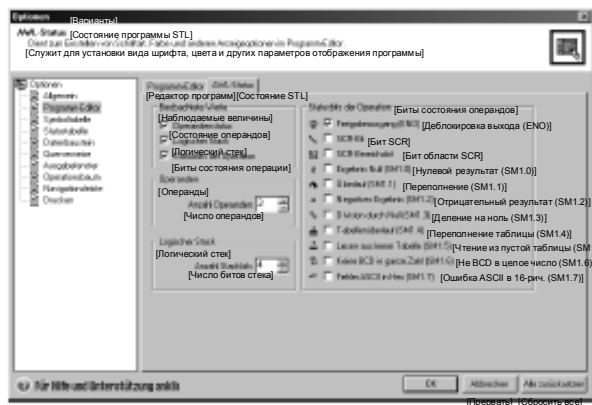

Рис. 8-3. Возможности отображения состояния STL
STEP 7-Micro/WIN позволяет отображать состояние ряда параметров для команд STL. Выберите команду меню **Tools > Options [Инструментальные средства > Варианты]**, выберите редактор программ (Program Editor) и щелкните на закладке STL Status [Состояние STL]. См. рис. 8-3.